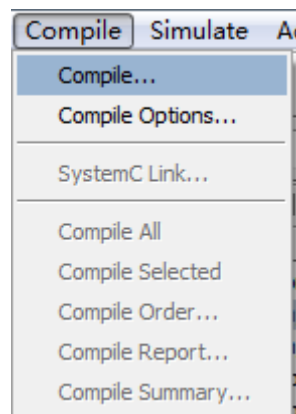
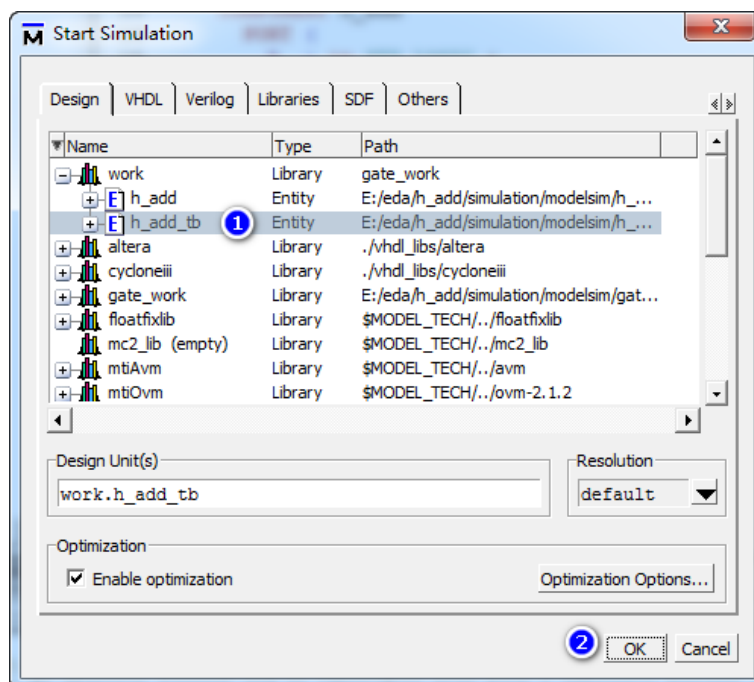
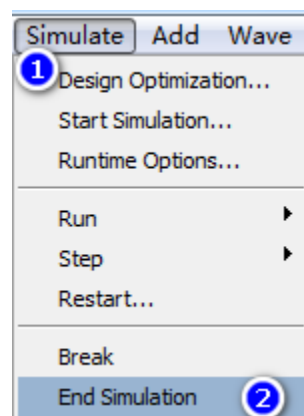
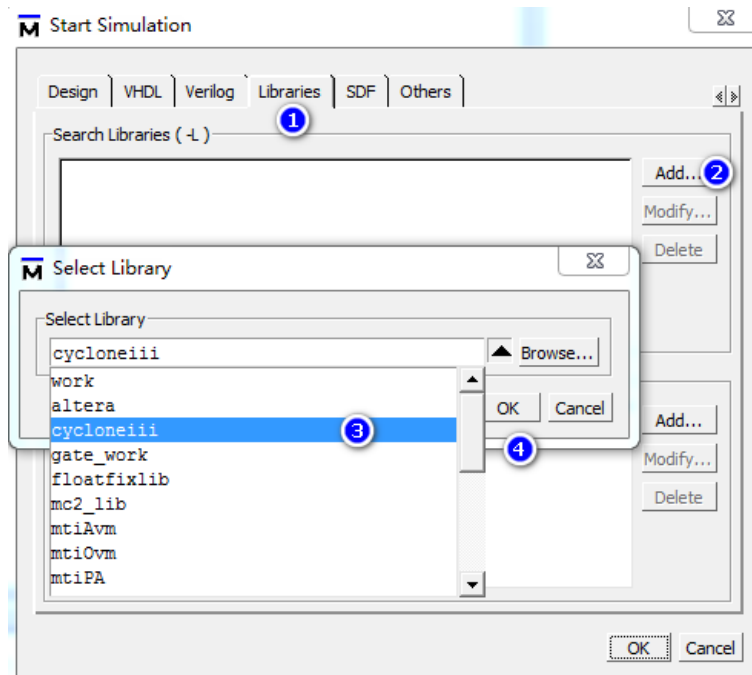

图 2-46 对 h_add_tb.vhd 进行编译
图 2-49 开始仿真
图 2-53 结束当前仿真
图 2-54 选择仿真的器件库
如图 2-53 所示结束当前仿真以后，重新开始编译仿真（图 2-46 到图 2-49）处，不点击图 2-49 的 ② 处 OK 按钮进行功能仿真，而是选择 Libraries 标签，如图 2-54 所示。